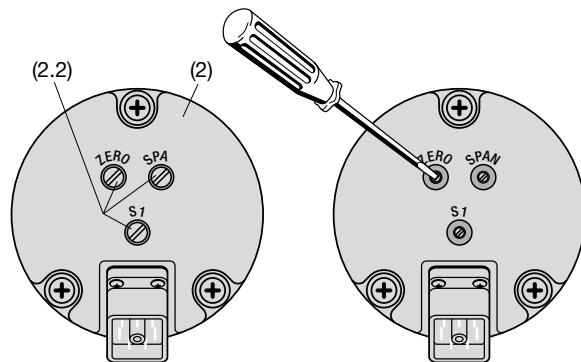
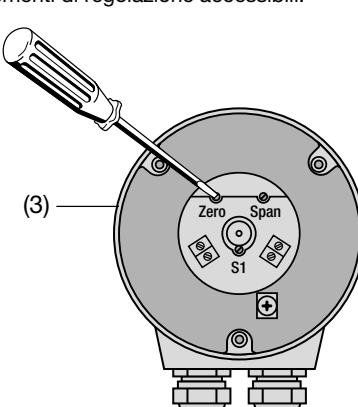

Fig. 9. Parte posteriore (2) con elementi di regolazione "ZERO", "SPAN" e "S1".
Fig. 10. Parte posteriore (3) con gli elementi di regolazione "ZERO", "SPAN" e "S1".
- ... con **connettore** rimuovere le viti di ZERO/SPAN (2.2) (Fig. 9, sinistra).
In seguito utilizzare un cacciavite (Ø 2.3 mm) per girare il potenziometro "ZERO" (Fig. 9, destra, o Fig. 10) per ottenere il valore preciso della corrente di uscita.
I convertitori angolari con un campo di misura > 150° sono dotati di un commutatore per l'inversione del senso di rotazione (Fig. 9 e Fig. 10).
- ... con **connettore** togliere la vite di protezione S1 (2.2), (Fig. 9, a sinistra).